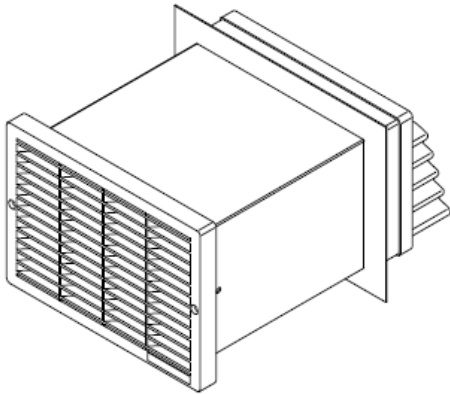

Fig. 1
1.1 Leírás (Fig.1)
3. A beszerelés és karbantartás mindhárom berendezésnél ugyan az, jelen leírás a HR100W készüléken alapszik. (Fig.1). Kiegészítő információkat a 6-os fejezetben, az Egyéb információk alatt talál.